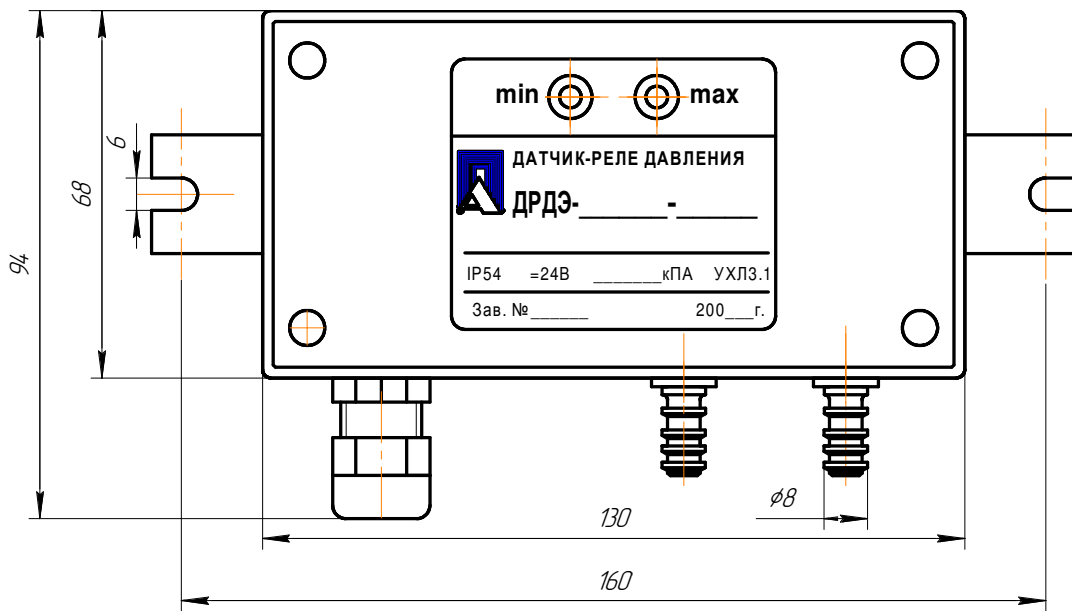
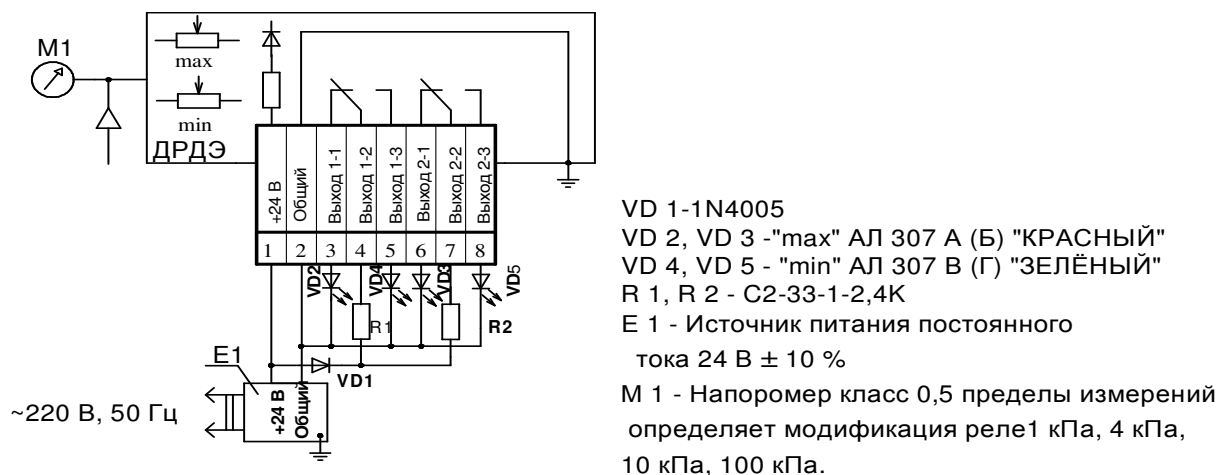

Рис.1. Общий вид ДРДЭ.
Рис. 4. Схема проверки работоспособности ДРДЭ
5.1. Общий вид реле представлен на рис. 1.
- 9.3.1. Собрать рабочее место согласно рис. 4, снять крышку; отвинтив 4 винта (рис.1) и подключить контакты колодки ХТ1 реле согласно схеме проверки: